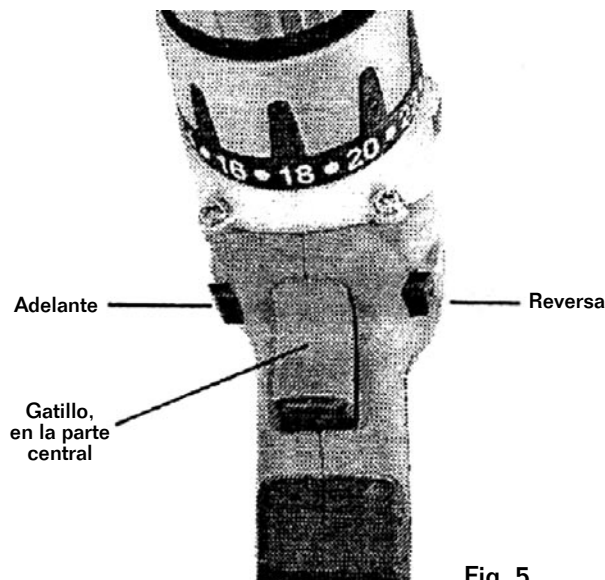

Fig. 5
1. Este seleccionador le permite elegir la dirección de rotación de la punta como usted lo necesite despresionando el seleccionador de reversa o adelante **(Ver la Fig. 5)**